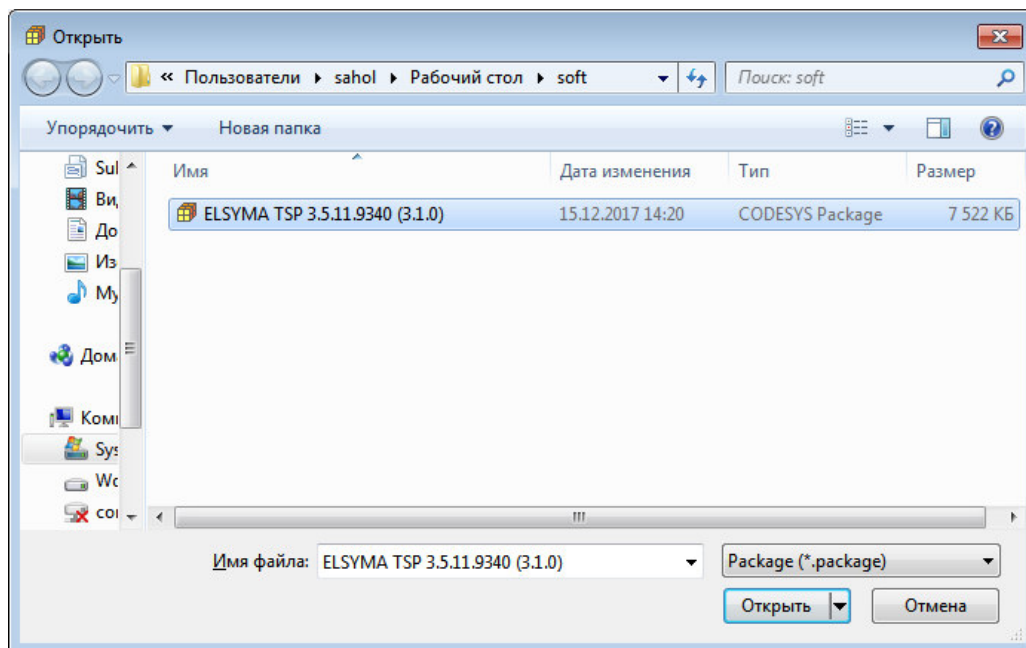

Рисунок 1.3 – Окно выбора файла
3. Нажать кнопку «*Установить ...*» и в окне выбора файла (рисунок 1.3) выбрать файл *ELSYMA TSP (<version>).package*.